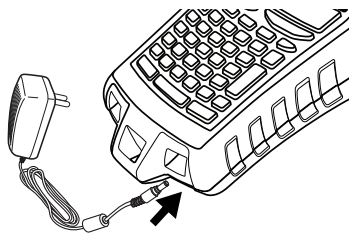

Abbildung 3
1. Stecken Sie den Netzadapter in die Netzanschlussbuchse an der Unterseite des Druckers. Siehe Abbildung 3.